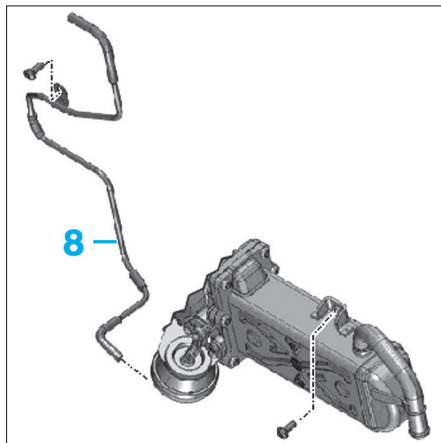

FIG. 109
- Détacher les colliers de serrage (6), puis extraire l'amortisseur de pulsations (7).
- la conduite de dépression (8) (Fig.109),